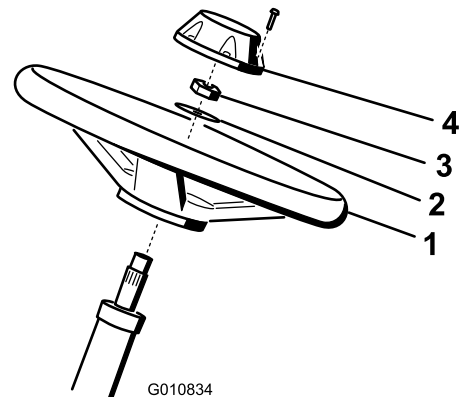

Figure 6
1. Glissez le volant sur l'arbre de direction (Figure 6).
2. Glissez la rondelle sur l'arbre de direction (Figure 6).
3. Fixez le volant sur l'arbre au moyen d'un contre-écrou serré à un couple de 27 à 35 N·m (Figure 6).
4. Montez le couvre-moyeu sur le volant et fixez-le avec 6 boulons (Figure 6).